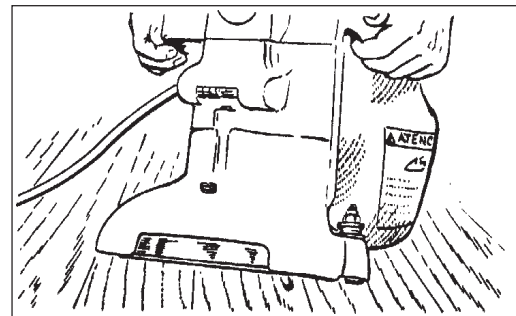

Figura 2
2. Vuelva a colocar la máquina en posición vertical e inclínela hacia atrás sobre las roldanas pivotantes hasta que se apoye sobre la abrazadera de escape. La máquina estará en posición reclinada. No deje que la máquina permanezca apoyada sobre la almohadilla, especialmente después del uso, ya que de lo contrario se podrá producir el endurecimiento por compresión dentro del elastómero de la almohadilla. Esto creará una parte plana y rebotes durante el uso. (Figura 2)
3. Con la máquina en posición reclinada, tome firmemente las dos manijas y mueva el interruptor de control a la posición "ON" (Encendido). (Figura 2)